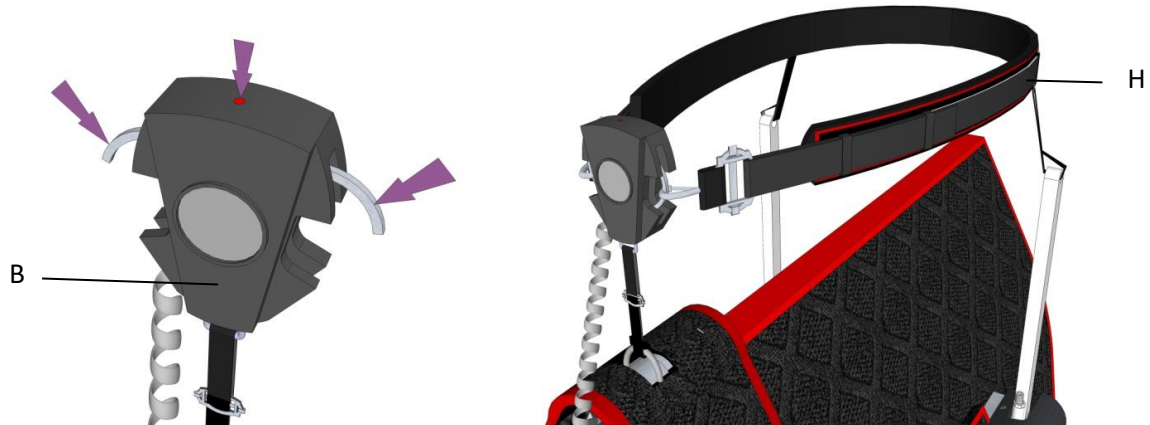

Fig. 5 Puesta en marcha
- Fijar los dos extremos del cinturón (H) al broche (B) mediante los mosquetones de los extremos del cinturón. Ver Fig. 5
- Para liberar manualmente al jinete, pulsar el botón frontal situado en la unidad de cierre (B).